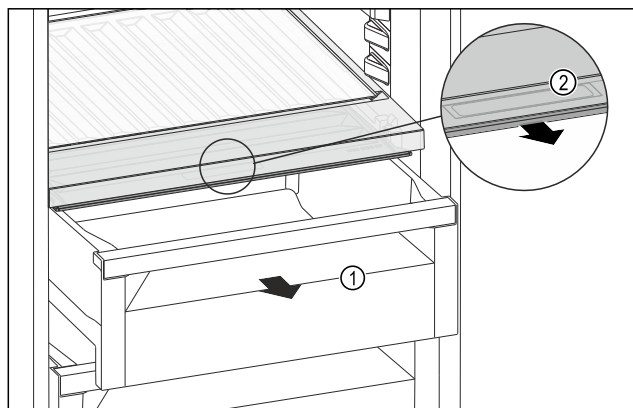

Fig. 122
- ▶ Витягніть висувний ящик Fig. 122 (1).
- ▶ Візьміться за потайну ручку Fig. 122 (2) на кришці відділення й одночасно потягніть кришку відділення вперед.